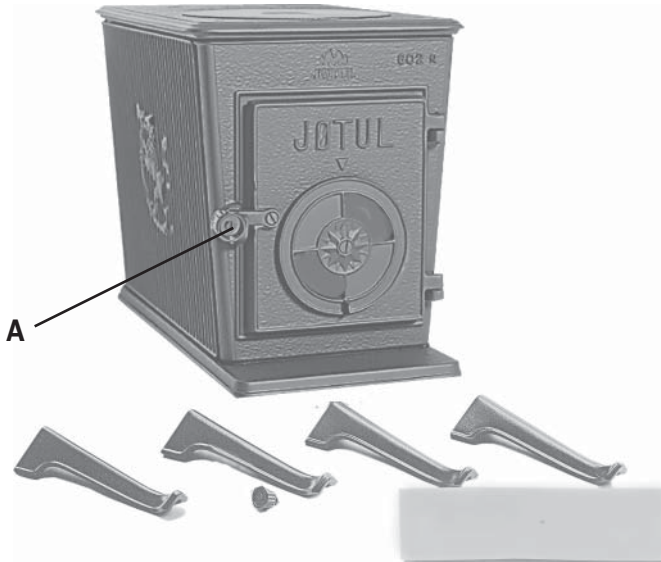

Fig. 5
3.6 Controle van de bedieningselementen (afb. 5)